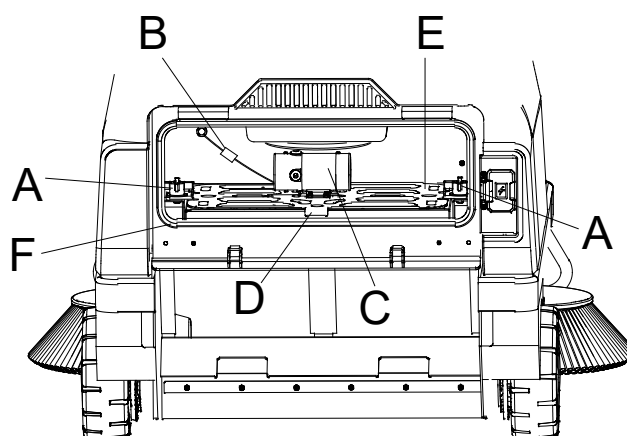
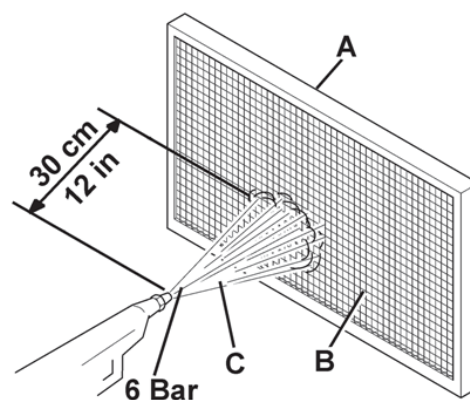

Figura 28
Figura 29
7. Afrouxe a porca (A, Figura 28).
8. Desconecte a cablagem do motor de vibração (B, Figura 28) do conector (C, Figura 28).
9. Remova a placa de agitação de poeira (D, Figura 28).
10. Remova o filtro (E, Figura 28).
11. Limpe o filtro numa superfície nivelada e limpa. Bata suavemente no lado (A, Figura 29) oposto ao lado da malha de arame (B, Figura 29). Use ar comprimido com pressão não superior a 6 psi para limpar, soprando ar pela lateral com a malha de arame (B, Figura 29) a pelo menos 30 cm de distância do filtro. Dependendo do tipo de filtro, preste atenção ao seguinte:
13. Limpe a tira de borracha na placa de cobertura (F, Figura 28) e verifique se há danos ou rachas. Se estiver danificada, substitua-a.
- Ao instalar o filtro (E, Figura 28), o lado com a malha de arame (B, Figura 29) deve estar voltado para cima.